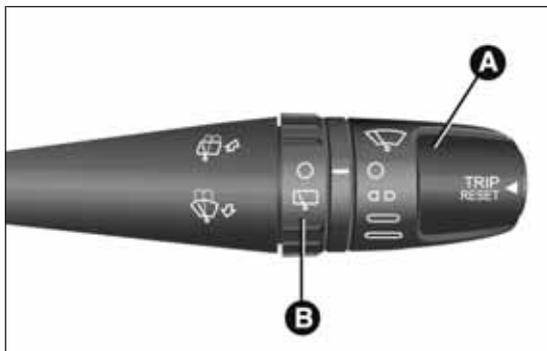

fig. 220
- girar la corona A fig. 220 en posición  (limpiaparabrisas parado);